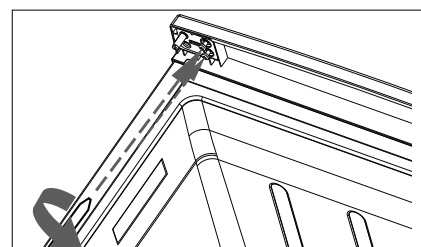

Fig. 8
- ▶ Fixez la charnière supérieure sur le côté gauche avec les deux vis de fixation à l'aide d'un tournevis cruciforme (fig. 8).